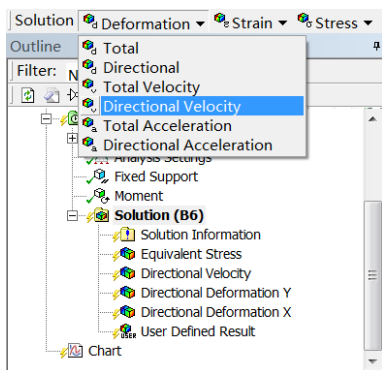
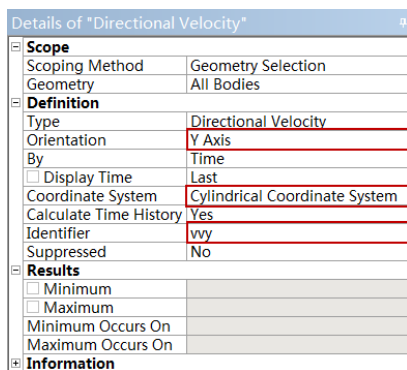

图 10-26 求解方向速度
图 10-27 参数设置
- 步骤 04** 选择 Solution 工具栏中的“Deformation”（变形）→“Directional Velocity”（方向速度）命令，如图 10-26 所示，此时在分析树中会出现“Directional Velocity”（方向速度）选项。在参数设置列表中设置各参数，如图 10-27 所示。